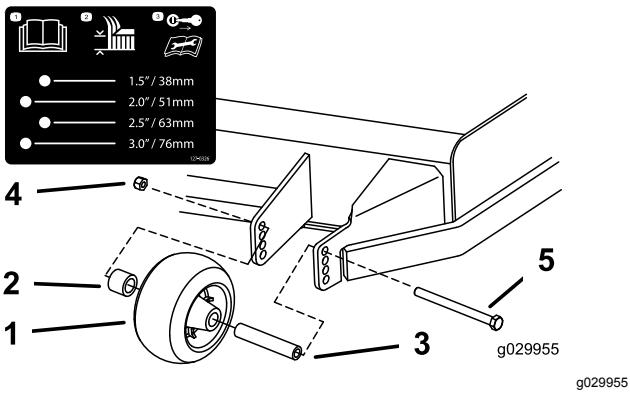
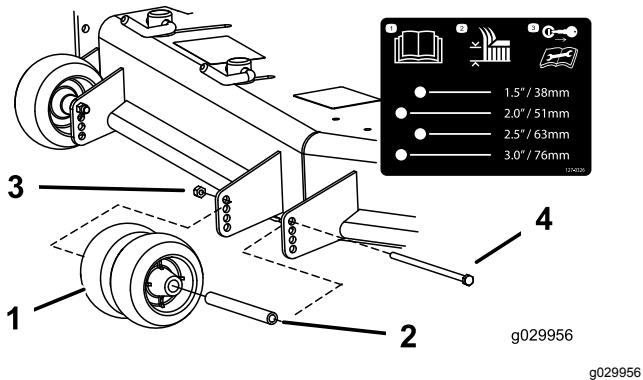
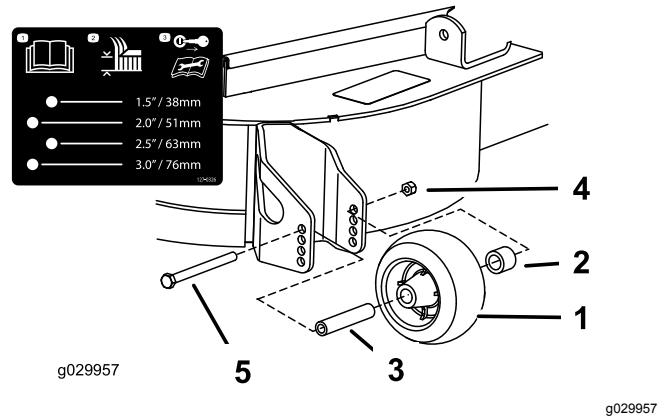

Figura 32
Figura 33
Figura 34
3. Ajuste los rodillos protectores del césped, tal y como se muestra en la Figura 32, la Figura 33 y la Figura 34.